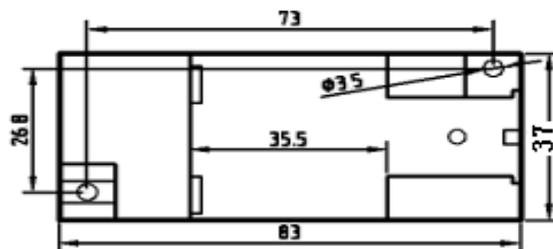

图 3 安装尺寸图
产品采用 DIN35 导轨式安装或螺钉固定安装，其安装尺寸如图 3 所示(单位 mm)。
- ① 把变送器固定卡槽一侧勾在安装导轨上;
- ② 向下牵动弹簧销;
- ③ 使变送器卡口套在安装导轨上;
- ④ 松开弹簧销, 变送器卡在安装导轨上。
- ① 按图 3 所示的螺孔位置在固定板上打直径为 3mm 孔;
- ② 使用 Φ3 的螺钉插入孔中固定。